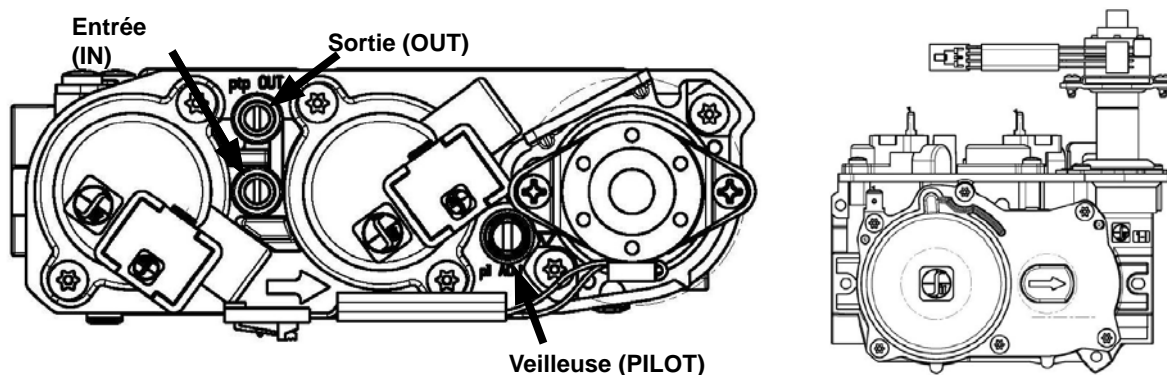

Figure 20.3.01
2. Les raccords de test de pression sont situés sur la face avant de la vanne de contrôle de gaz. L'entrée est indiquée par une flèche sur le corps de la vanne et la sortie est marquée « OUT ». Voir **Figure 20.3.01**.
Les flammes ne doivent pas avoir de pointes jaunes mais doivent envelopper le détecteur de flamme et l'allumeur à étincelles. On peut les ajuster en tournant la vis de réglage de veilleuse, marquée « PILOT » sur la vanne de contrôle de gaz (Voir Figure 20.3.01).